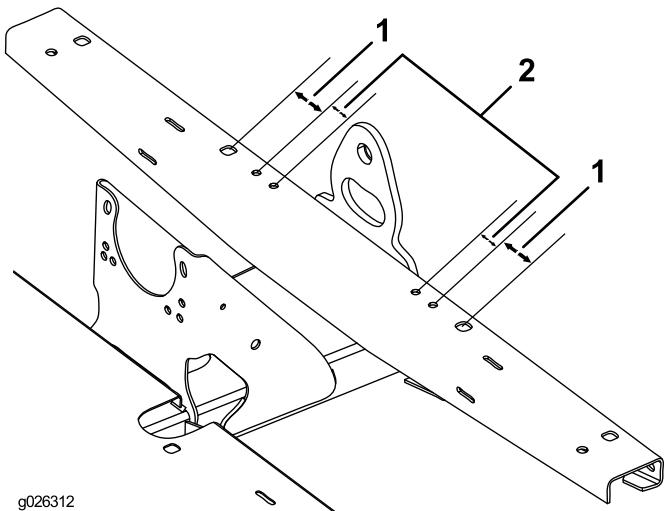

Figura 8
3. Servendovi delle dimensioni illustrate in Figura 8, individuate, contrassegnate e praticate 4 fori (9,5 mm) nella parte superiore del profilo del telaio.